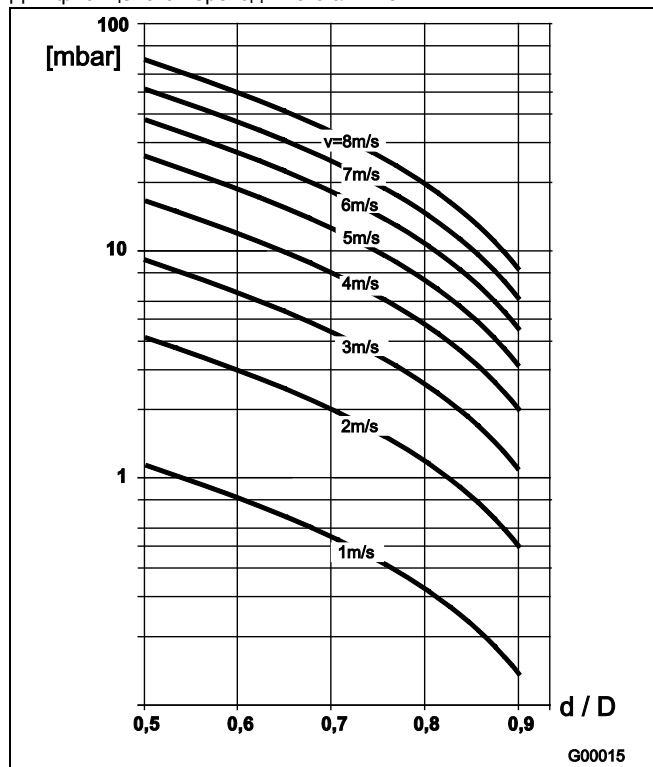

Рис. 32
2. По номограмме расхода (Рис. 32) определить скорость потока.
3. На по оси Y Рис. 32 определить потерю давления.